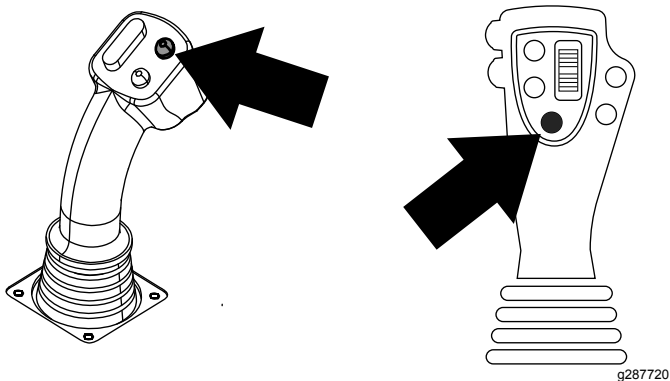

Figura 18
6. Mantenga pulsado el botón inferior izquierdo del joystick de 8 botones o el botón superior del joystick de 4 botones para agarrar el tubo (Figura 18 y Figura 19) y suelte el botón.